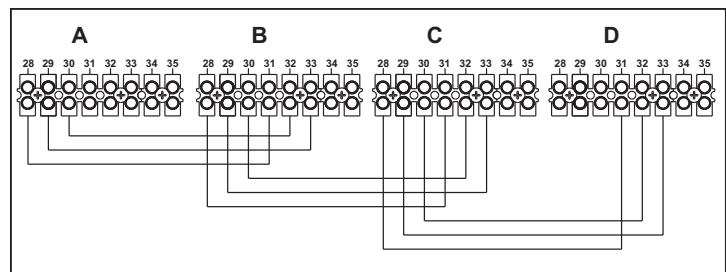

fig. 33 - Montage en cascade
1. Relier les modules comme le montre la fig. 33 (**exemple avec 4 modules**)
Si cela ne se produit pas, couper l'alimentation électrique et contrôler le câblage fig. 33.